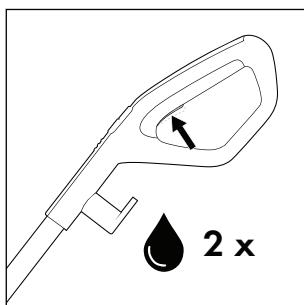
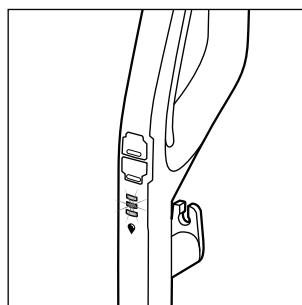

Fig. 14
Fig. 15
- ◆ Antes de cada uso, pulse brevemente dos veces el interruptor de la solución de limpieza  ⑯ para activar la función de rociado permanente y preparar el rodillo de cepillos ⑥ con la solución de limpieza para su uso (consulte la fig. 14). El indicador de la solución de limpieza  ⑯ parpadea en azul de forma alterna cuando está activada la función de rociado permanente o mientras se mantiene pulsado el interruptor de la solución de limpieza  ⑯ (consulte la fig. 15).